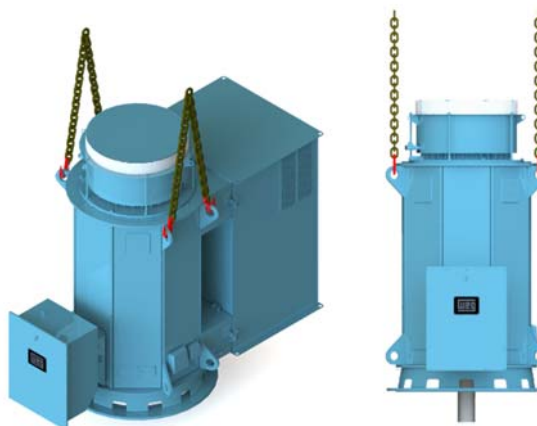

Figura 3.1: Manipulación de los motores
- La manipulación de los motores verticales debe realizarse como se muestra en la Figura 3.1;